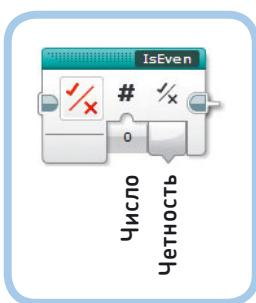

Рис. 15.29. Контейнер *IsEven*
В следующем примере вы создадите контейнер «Мой блок» с вводами и выводами, показанный на рис. 15.29. Контейнер **IsEven** определяет, является ли четным числовое значение на вводе **Число**. Если это так, логический вывод **Четность** передает значение **Истина** (True); в противном случае — значение **Ложь** (False). Создайте блок, выполнив следующие шаги.
2. Выделите оба размещенных блока и выберите команду меню **Инструменты** → **Конструктор Моего Блока** (Tools → My Block Builder). Введите текст **IsEven** в качестве имени блока и выберите соответствующий значок, как показано на рис. 15.29.
3. Добавьте один числовой ввод и присвойте ему имя **Число** и один логический вывод с именем **Четность**. Выберите значки, как показано на рис. 15.29. Нажмите кнопку **Завершить** (Finish).